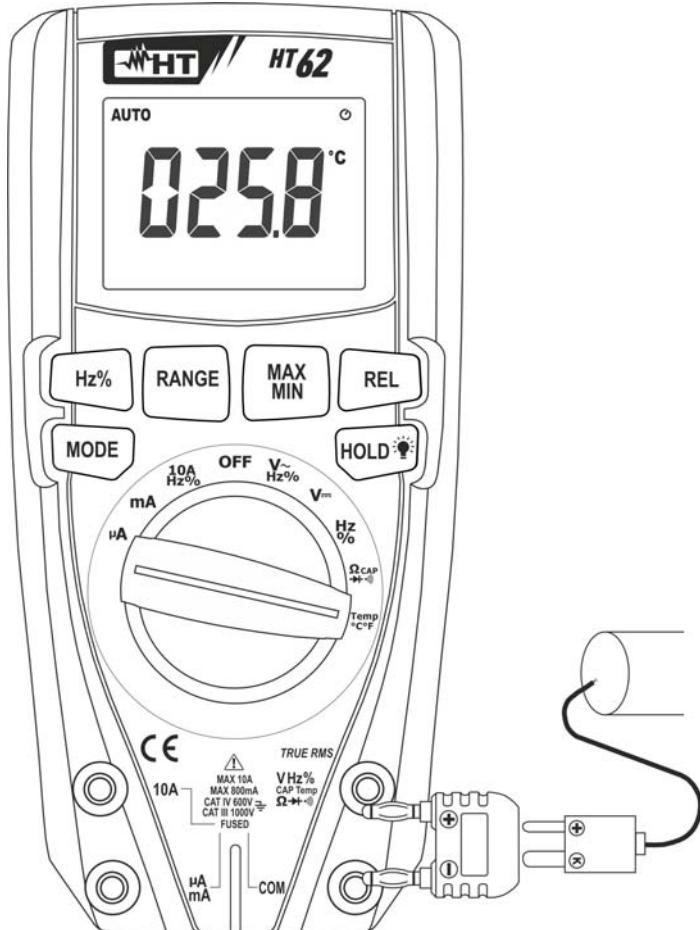

Fig. 8: Uso del instrumento para medida de Temperatura
3. Inserte el adaptador en dotación en los terminales de entrada **VHz%CAPTempΩ►+•||** (polaridad +) y **COM** (polaridad -) (vea Fig. 8)